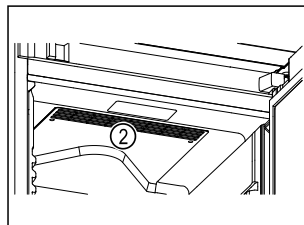

Fig. 66
- ❑ Не закрывайте вентиляционную щель Fig. 66 (2) вентилятора циркуляционного воздуха во внутренней камере.